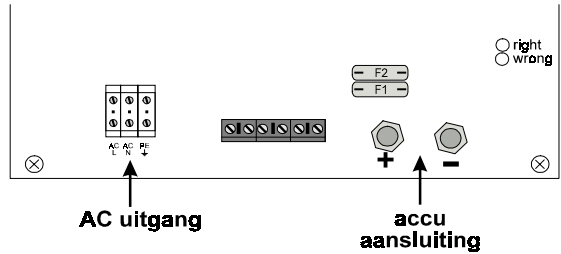

Afbeelding 1
- Draai de vier schroeven aan de voorzijde van de behuizing los, zie afbeelding 1.